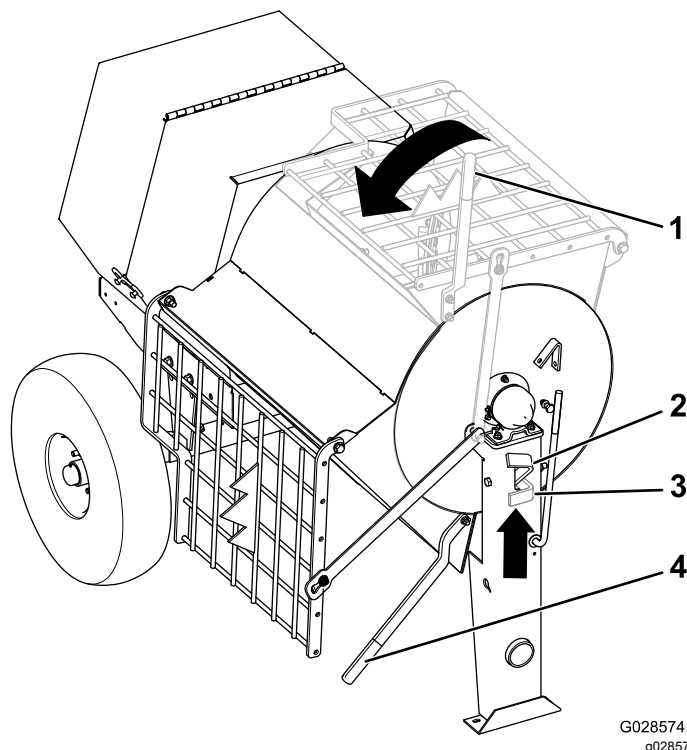

Figure 32
2. Saisissez la poignée de vidage de la main gauche (Figure 32).
3. Levez la poignée du verrou de la cuve (Figure 32).
4. Placez les deux mains sur la poignée de vidage et tournez-la dans le sens antihoraire pour décharger le contenu de la cuve (Figure 32).
5. Tournez la poignée de vidage **dans le sens horaire** jusqu'à ce que le verrou de la cuve bloque celle-ci en position redressée (Figure 32).